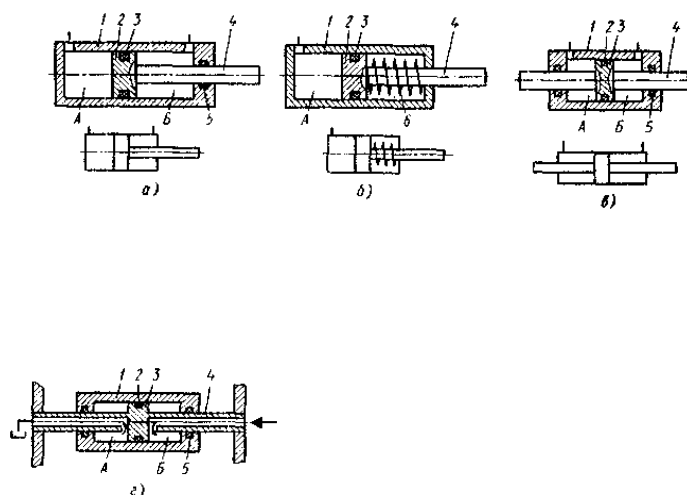

Рисунок 1 – Схемы поршневых гидроцилиндров:
Поршневым называют гидроцилиндр, в котором рабочие камеры образованы рабочими поверхностями корпуса и поршня со штоком (рис. 1). В цилиндрической расточке корпуса 1 (рис. 1, а) находится поршень 2, жестко соединенный со штоком 4. Цилиндр имеет две полости: поршневую А – часть рабочей камеры, ограниченную рабочими поверхностями корпуса и поршня, и штоковую Б – часть рабочей камеры, ограниченную рабочими поверхностями корпуса, поршня и штока. Для герметизации подвижных соединений в цилиндре установлены уплотнительные кольца 3 и 5.
– со стороны поршневой полости для цилиндров с односторонним штоком (см. рис. 1, *a* и *б*)
– со стороны штоковой полости для цилиндров о односторонним (см. рис. 1, *a*) и двусторонним (см. рис. 1, *в* и *z*) штоками при условии равенства диаметров правого и левого штоков